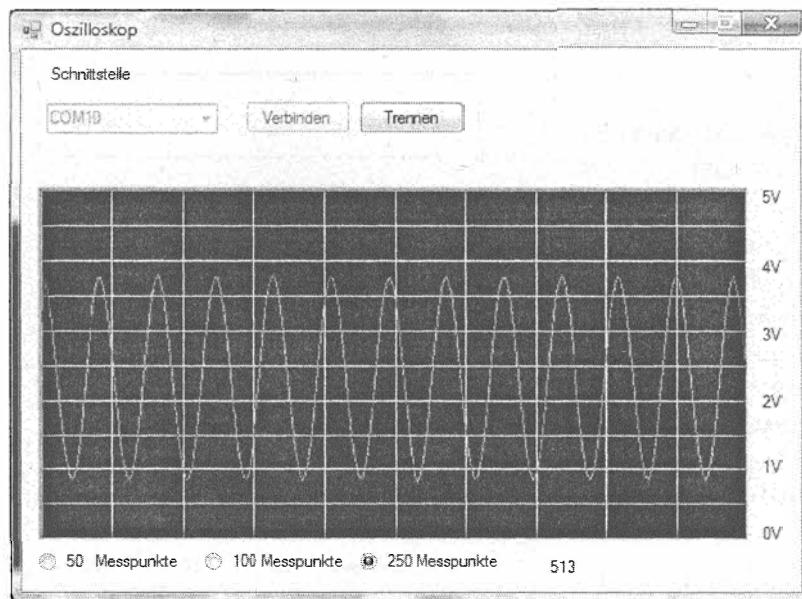

Рис. 10.26. VB.NET-осциллограф с памятью
Если требуется исследовать быстропротекающие процессы (примерно до 5 кГц), фиксировать их нужно иначе (листинг 10.28). Для этого сначала следует создать массив данных, в котором можно оставлять 255 результатов измерения. В цикле, который считает от 1 до 256, измеряется при каждом прохождении аналоговый вход и текущее значение пишется в массив. Измерение всегда начинается со стартового байта (55), который должен посыпаться из персонального компьютера. Если измерение завершено, содержание массива передается в программу VB.NET. Разделение старшего и младшего байтов происходит уже известным способом. Программа VB.NET обрабатывает данные и отображает диаграмму напряжения в графическом окне. Таким образом, получается несложный осциллограф с памятью, который позволяет анализировать низкочастотный сигнал. Для измерения высоких напряжений (более 5 В) необходимо перед аналоговым входом дополнительно подключать делитель напряжения. При отсутствии подходящего источника сигналов можно посмотреть наводку сети 50 Гц. Для этого присоедините кусок провода к аналоговому входу 0 и просто возьмитесь за него пальцами (рис. 10.26).